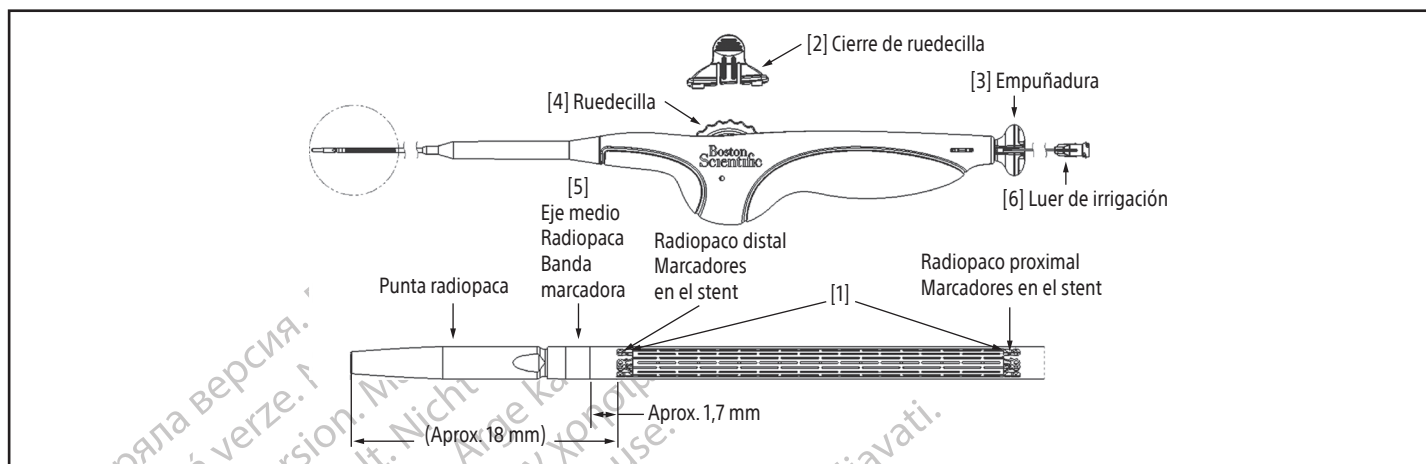

Figura 1. Sistema introductor del stent
8. Extraiga el luer de irrigación [6] (para ello, tire de la jeringa o del mismo luer de irrigación [6]) (consulte la **figura 1**).
Intervención de despliegue del stent (consulte la figura 1)